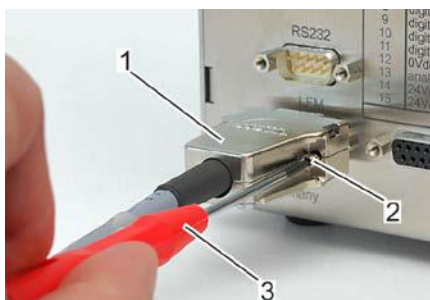

Abb. 126: Befestigungsschrauben lösen (Rückseite)
4. Die Befestigungsschrauben (Abb. 126/2) des Anschlusssteckers (Abb. 126/1) mit einem Schraubendreher (Abb. 126/3) herausdrehen.